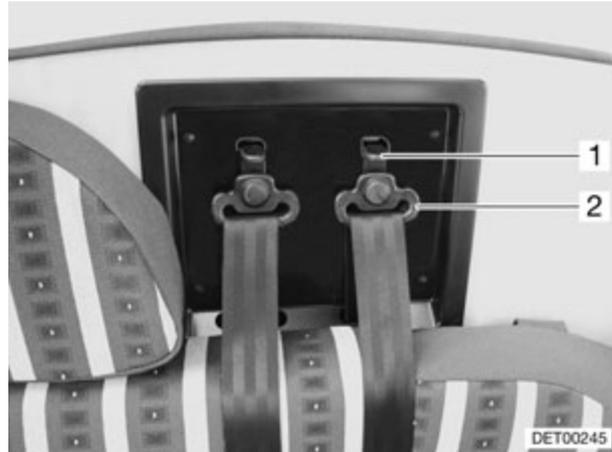

Fig. 9 Réglage de la hauteur ceintures de sécurité
- Appuyer sur le levier de verrouillage (Fig. 9,1) vers le bas et le maintenir enfoncé.
- Pousser le point de déflexion (Fig. 9,2) légèrement vers le haut. Le dispositif de verrouillage sera alors débloqué.